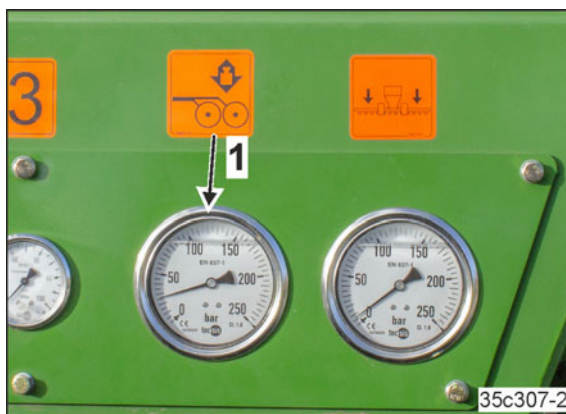

Fig. 184
3. Manometrul (Fig. 184/1) afișează când brăzdarele sunt supuse la o presiune ridicată.